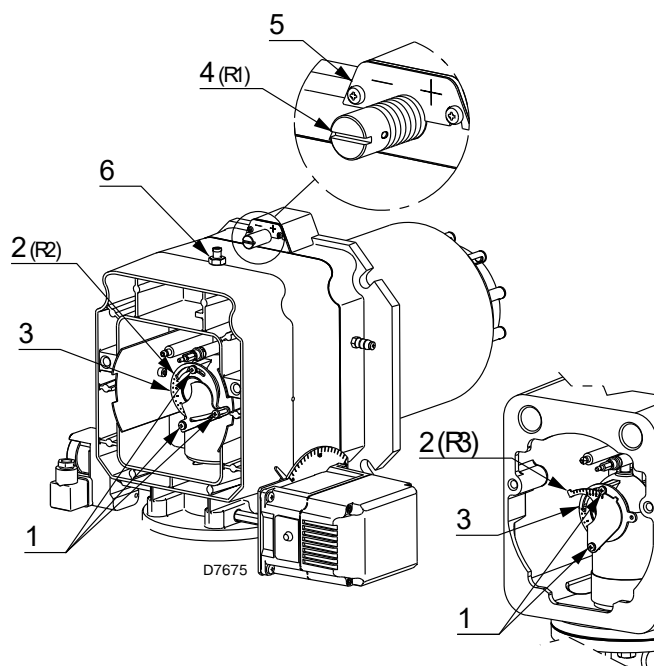

Рис. 20
- Повернуть винт 4) (Рис. 20), чтобы он совпал с риской на передней плоскости 5) фланца.
- Ослабить 3 винта 1)(Рис. 20) и повернуть зажимное кольцо 2) так, чтобы совпала с риской на указателе 3).